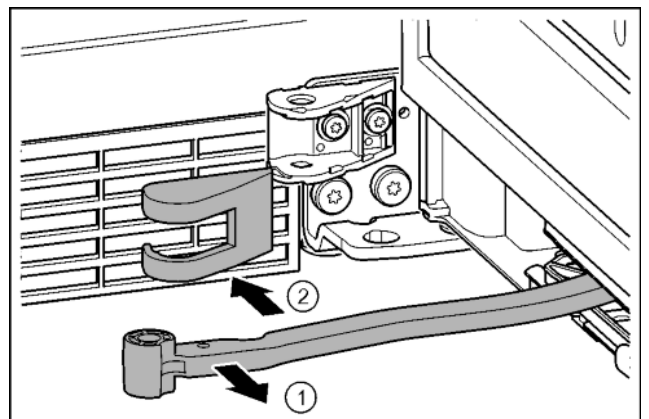

Fig. 19
- ▶ Gelenk in Richtung Tür drehen. Fig. 19 (1)
- ▶ Lagerbockabdeckung entfernen. Fig. 19 (2)